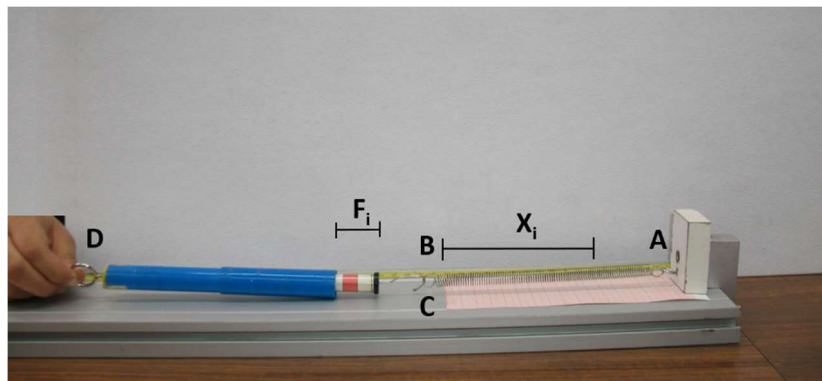

Figura 1 Caracterización de un resorte.
4.1 Para obtener la pareja de valores (x, F_k) de un resorte, se procede de la siguiente forma: se coloca el extremo **A** del resorte en la placa de sujeción y se unen los extremos **B** del resorte y **C** del dinamómetro, tal como se muestra en la Figura 1. Sujete el extremo **D** del dinamómetro y desplácelo horizontalmente; este efecto produce una deformación x en el resorte, debido a la fuerza aplicada en el dinamómetro y que es la misma fuerza que se transmite al resorte; el valor de su módulo queda registrado en el vástago de lectura de dicho instrumento, tal como se muestra en la Figura 1, en la que: